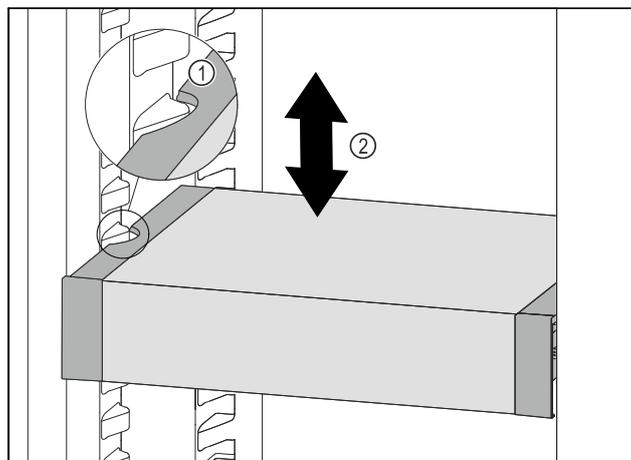

Fig. 83
- Tirare VarioSafe in avanti fino a quando le cavità laterali di VarioSafe non si trovano al livello della nervatura del contenitore nel vano frigorifero. Fig. 83 (1)
- Spostare VarioSafe verso l'alto o verso il basso nel vano frigorifero fino a raggiungere l'altezza desiderata. Fig. 83 (2)